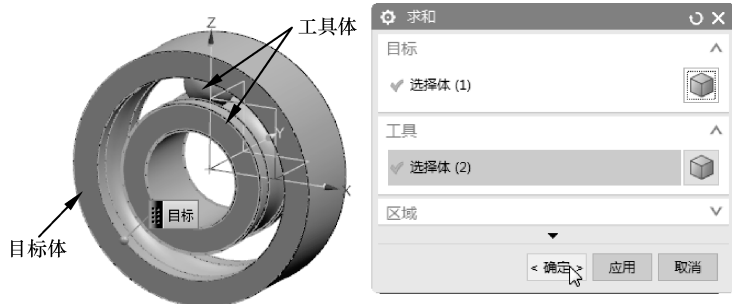

图 6-25 布尔合并运算
- 08 单击【合并】按钮, 选择外圈实体作为目标体, 再选择滚动体和内圈实体作为工具, 单击【确定】按钮, 完成布尔合并操作, 如图 6-25 所示。